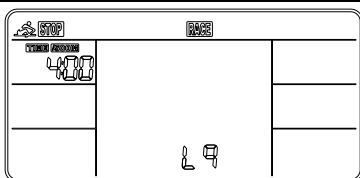

Fig. 5
(2) **RACE (COURSE) (Fig. 5):**